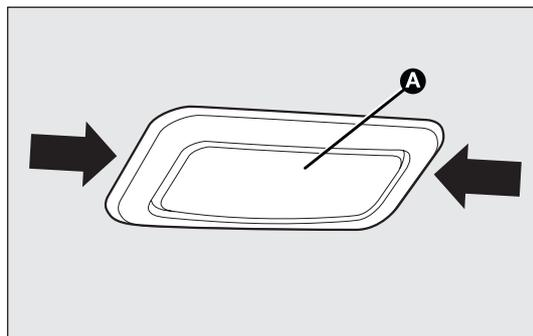

fig. 168
- ❑ estrarre la plafoniera A-fig. 168 agendo nei punti indicati dalla frecce;